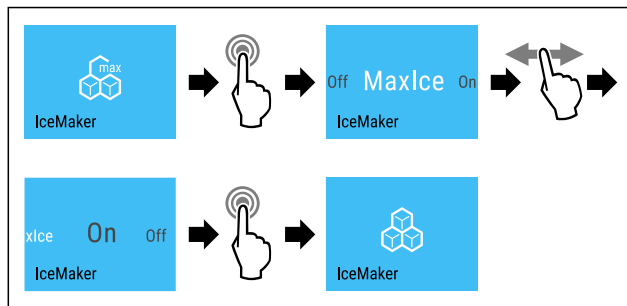

Fig. 19
- ▶ Изпълнете стъпките (виж Fig. 19) .